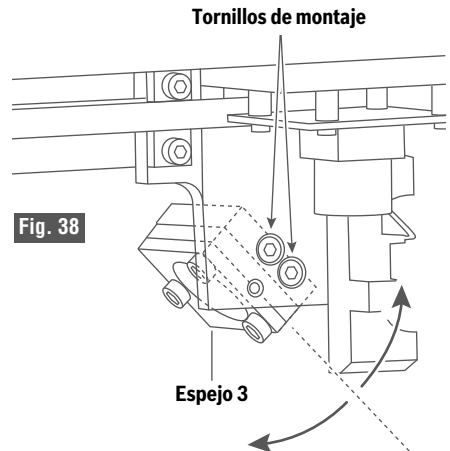

Fig. 38
d. Afloje los dos tornillos de montaje del espejo núm. 3 (Fig. 38) lo suficiente como para rotar el lente en el sentido del punto que falta. Mientras sujeta el lente, reapriete el tornillo. Los tornillos tienden a rotar el espejo en el sentido de apriete.